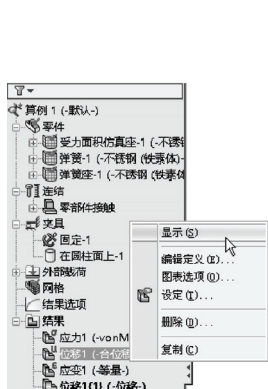

图 9-10 显示分析后的位移效果操作
STEP 9 右键单击“算例”树底部“结果”文件夹中的“位移 1”项，在弹出的快捷菜单中选择“显示”菜单项，在右侧视图中将图解显示模型的位移效果，如图 9-10 所示，其最顶部为模型的最大位移，也就是弹簧的压缩长度，为 $1.402\text{e}+001$ ，即 14.02mm，而弹簧的自然长度为 126mm，所以可大概确定，装配时应使弹簧压缩后的长度接近于 112mm。